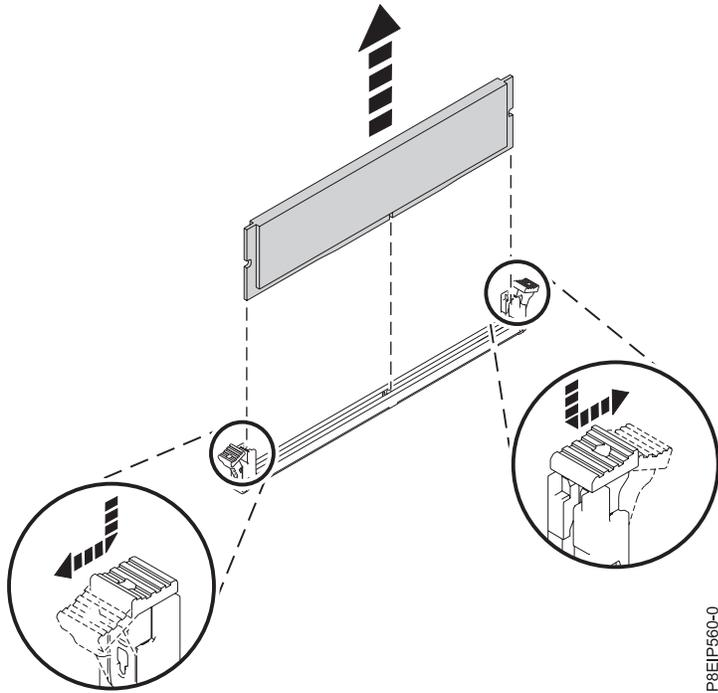

図 34. メモリーの取り外し
- b. 両方のロックング・タブを同時にメモリー DIMM の外側 ( 35 ページの図 34 に示す方向) に押して、メモリー DIMM をアンロックします。必ず、両方のタブを同時にアンロックしてください。タブを開くと、レバーの働きでメモリー DIMM がスロットから押し出されます。